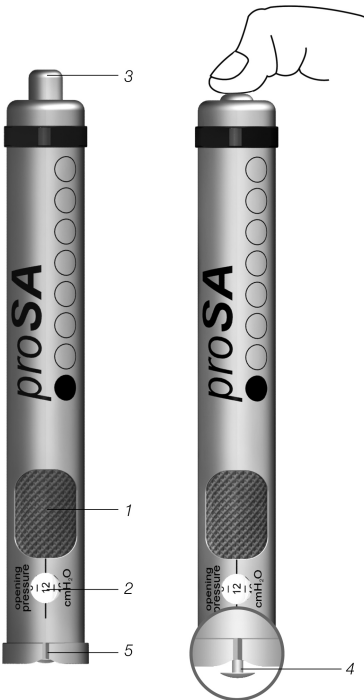

Fig. 4: *proSA Adjustment Tool*
proSA Adjustment Tool (Fig. 4) serve per regolare la pressione di apertura della valvola. Il livello di pressione desiderato viene selezionato ruotando la rotella di regolazione (1), il livello di pressione appare nella finestra di visualizzazione (2). L'*Adjustment Tool* viene centrato sulla valvola. Azionando il pulsante (3) la punta di regolazione (4) viene spinta dalla base, il rotore della valvola viene sbloccato e la pressione di apertura della valvola viene regolata. Il contrassegno (5) dell'*Adjustment Tool* al momento del posizionamento sulla valvola deve essere rivolto in direzione del catetere prossimale (che conduce verso il ventricolo). La freccia sul lato inferiore del tappo indica la direzione di flusso.